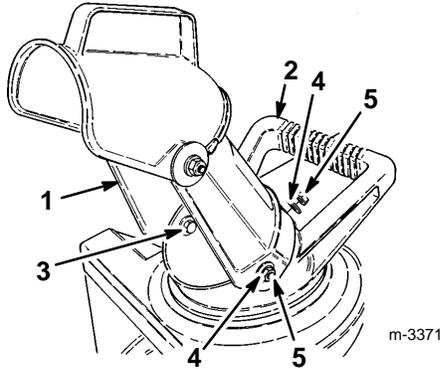

Abbildung 2
- Die Löcher am Auswurfkanal über den Sechskantschrauben an den Seiten des Auswurfkanalgriffs positionieren (Abb. 2).
- Den Auswurfkanal mit zwei Unterlegscheiben und zwei Sicherungsmuttern an den Sechskantschrauben befestigen (Abb. 2).
- Den Sicherungsmutter und Unterlegscheibe **fest** an der Schraube an der Rückseite des Auswurfkanals anbringen (Abb. 2).